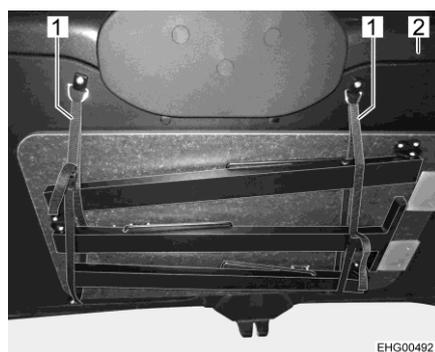

Fig. 9 Tavolo (fissato al cofano posteriore)
- Fissare il tavolo con 2 cinghie (Fig. 9,1) al cofano posteriore (Fig. 9,2).